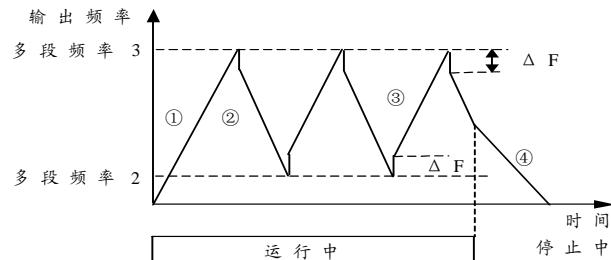

图 6-26 摆频运行
F700=5, 为摆频运行, 这指以预先设定的加减速时间使设定频率按一定规律周期性地变化。对于那些根据像纺纱机上筒管的前后直径不同来让转速变化的系统很有效。见图 6-26, 图中 ΔF 为多段频率 1, ①为加速时间 2, ②为减速时间 3, ③为加速时间 3, ④为减速时间 2。